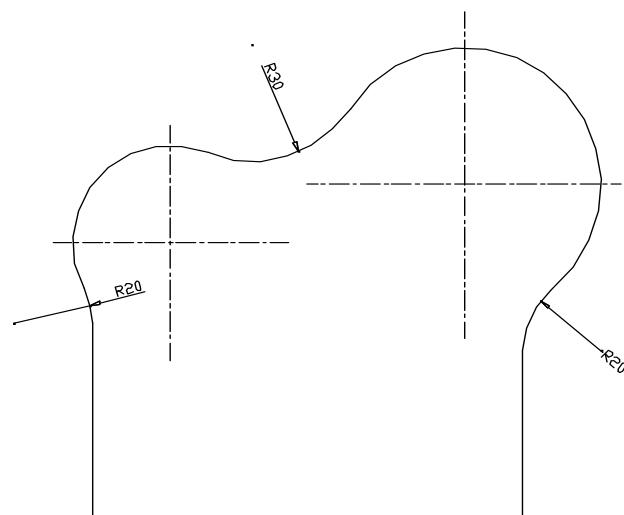

Рисунок 3.6 – Поясняющий рисунок для задания 6
- 6 Построить фигуру в следующей последовательности (рисунок 3.6).